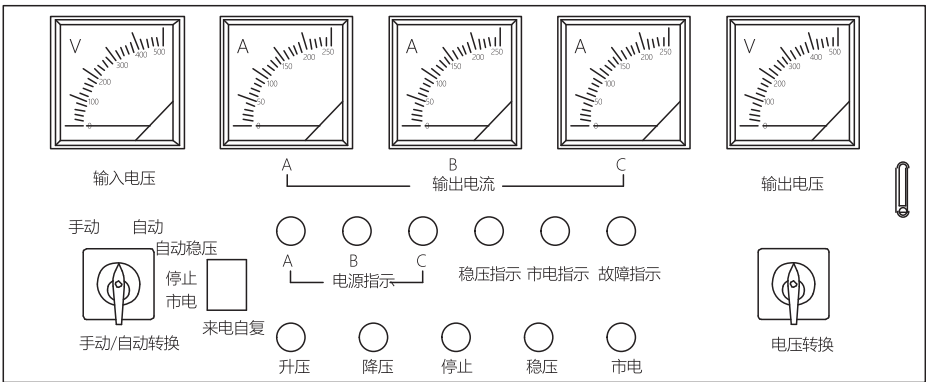

图9 TNSZ-350~800面板示意图
- 将产品按要求接入电源后，暂不接入负载。首先将面板上“来电自复”开关停在“停止”挡，“手动/自动”转换开关停在“自动”挡（箭头指向自动位置），见图9中TNSZ-350~800面板示意图。
7.5.2 手动调压运行操作（见图9面板示意图）